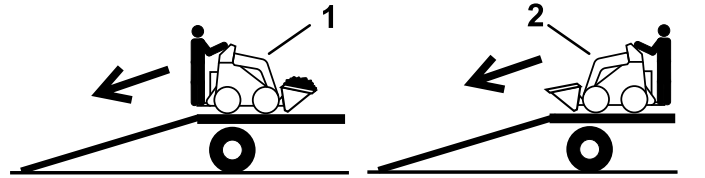

Figura 20
2. Descargue la máquina del remolque por la rampa con el extremo más pesado hacia arriba, y la carga en la posición más baja posible (Figura 20).